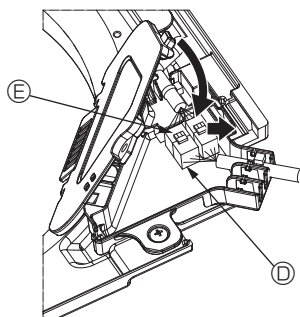

Fig. 5-10
- ③ Dopo avere inserito i cavi nella scatola dei connettori, chiudere il coperchio. Accertarsi che i cavi non rimangano impigliati. (Fig. 5-10) Durante la chiusura del coperchio della scatola dei connettori, fare scorrere il coperchio nella direzione indicata dalla freccia e accertarsi che la sporgenza sia saldamente inserita.